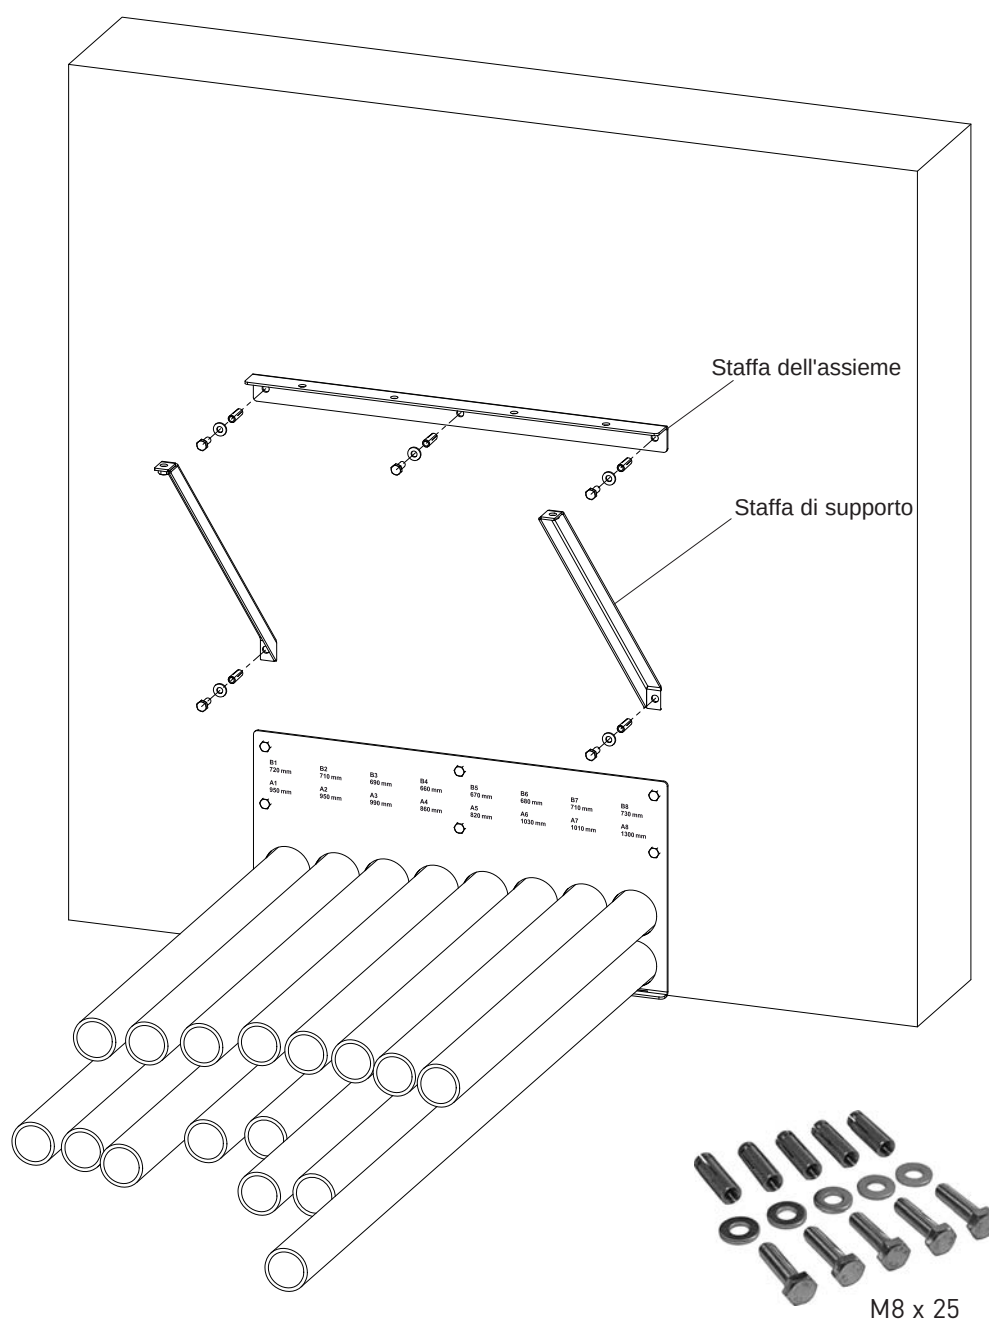

Fig. 14 Fissare le staffe per assieme e supporto.
- 2.) Montare l'assieme e le staffe di supporto con viti esagonali M8x25 e rondelle a U – Fig. 14.